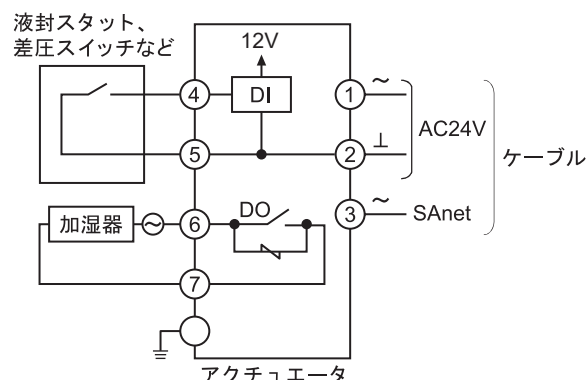

図15 結線例(基本配線接続例)
- (3) 端子（M3.5ねじ）でケーブルを接続します。
* 『図15 結線例』を参照して、正しく接続してください。